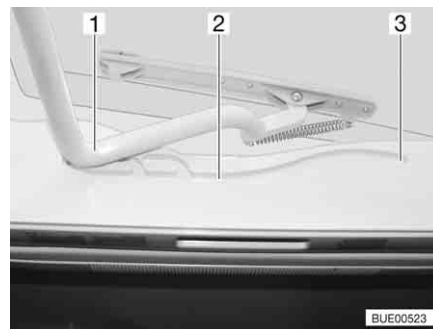

Bild 79 Heki-taklucka, spår
- Dra in bygel (Bild 79,1) i spåret (Bild 79,2) till den bakersta positionen (Bild 79,3).
- Tryck bygel (Bild 79,1) lätt uppåt med båda händerna.
- Drag bygel till önskad position i spåret (Bild 79,2).